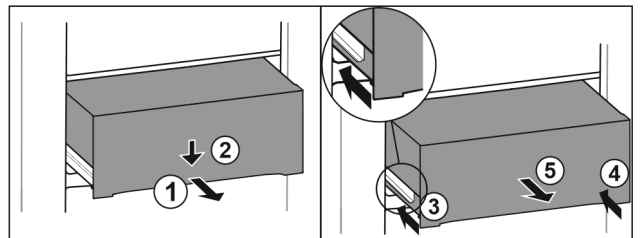

Fig. 71
- ▶ Vytiahnite zásuvku do polovice. Fig. 71 (1)
- ▶ Zatlačte zásuvku na prednej strane smerom nadol. Fig. 71 (2)
- ▶ Zasuňte ľavú koľajničku o cca 2 cm. Fig. 71 (3)
- ▶ Zasuňte pravú koľajničku o cca 2 cm. Fig. 71 (4)
- ▶ Odoberte zásuvku dopredu. Fig. 71 (5)